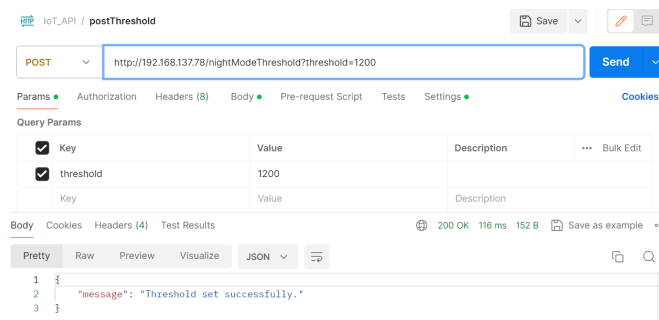

FIGURE 3.3 – Résultat de la requête de mise à jour du seuil `nightModeThreshold`.
- `postNightModeThreshold()` : Définit le seuil pour le mode nuit en fonction de la valeur spécifiée dans le corps de la requête. La figure 3.3 nous montre que la requête a bien été prise en compte, nous pouvons vérifier cela en appelant la requête `/sensors`,